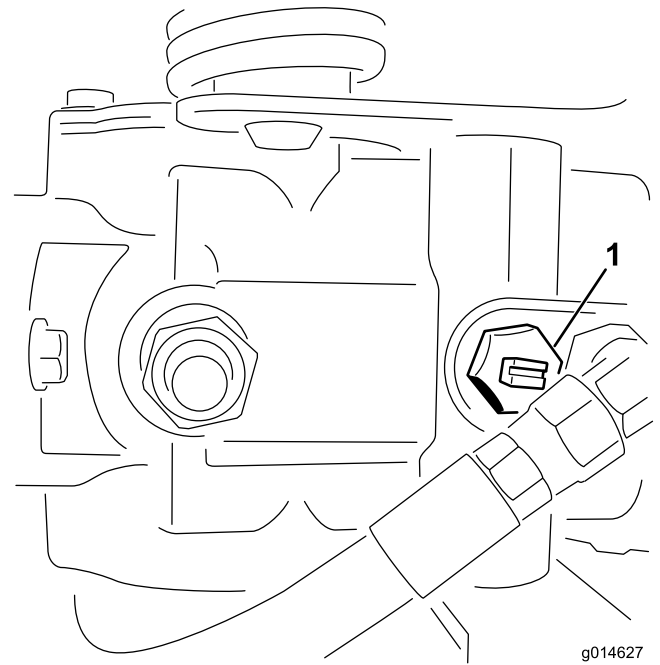

Bild 41
1. Ermitteln Sie das Sicherheitsventil an der Pumpe und drehen Sie es, sodass der Schlitz vertikal ist (Bild 41).
2. Schließen Sie vor dem Starten des Motors das Sicherheitsventil. Drehen Sie den Schlitz des Ventils in die horizontale Stellung (Bild 41). Starten Sie den Motor nie, wenn das Ventil noch offen steht.